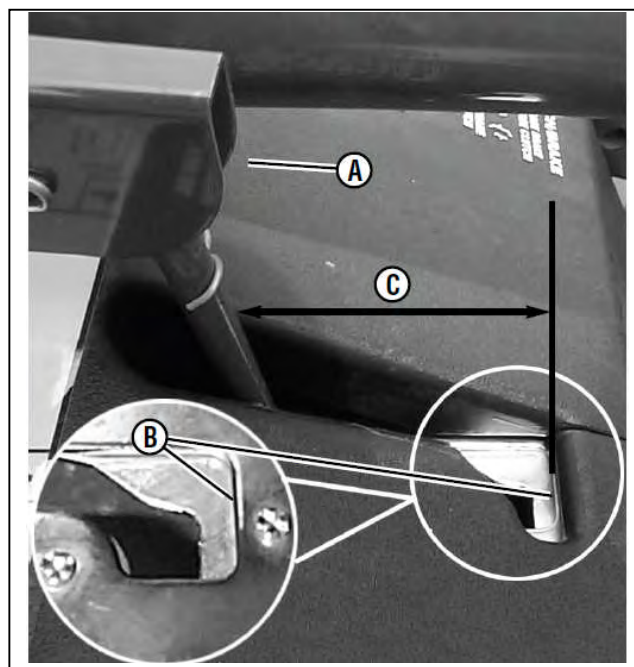

図 8-1 ブレードブレーキの間隙測定
1. ブレードレバーを「OFF」としてブレードペダルから足を離した状態で、ブレードレバー(図8-1のA)とラッチプレート(B)前方の縁の間の距離を測ります。この距離(C)は76～82mmです。
3. 測定値が82mm以上の場合は、調整ナット(図8-1のA)を右に回して、ブレードブレーキの張りを強くしてください。測定値が76mm以下の場合は調整ナットを左に回してブレードブレーキの張りを弱くしてください。